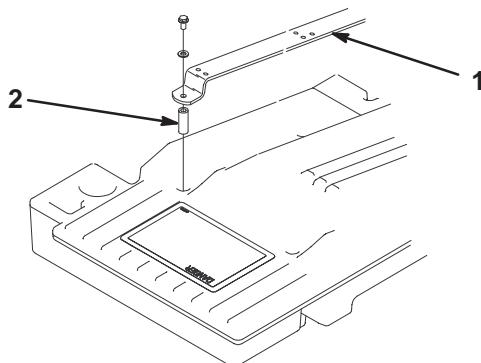

Bild 3
- Entfernen Sie die Schrauben, Scheiben und Distanzstücke, mit denen die Sitzbefestigungen am Chassis der Zugmaschine abgesichert werden (Bild 3).